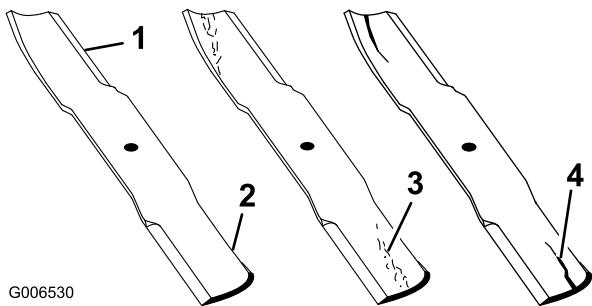

Figura 61
1. Inspeccione as extremidades de corte (Figura 61). Se as extremidades não estiverem afiadas ou estiverem amolgadas retire e afie as lâminas. Consulte Afiar as lâminas.
2. Inspeccione as lâminas, especialmente a área em curva (Figura 61). Se verificar quaisquer danos, desgaste, ou a formação de ranhuras nesta área (Figura 61), instale imediatamente uma lâmina nova.